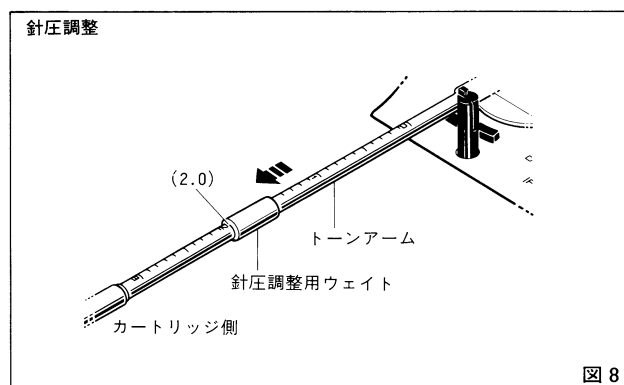
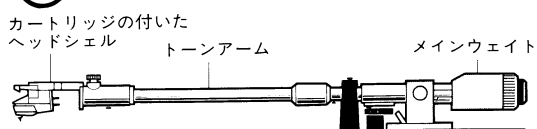

図8
図7
5. トーンアームが完全に水平になるように図7を参考にし、メインウェイトを前後させ調整します。
② 針圧調整
2. 付属のカートリッジの適正針圧は2.0gですから、針圧調整用ウェイトの手前側がトーンアームの針圧目盛り2.0の位置にくるまでゆっくり移動させてください。（図8）